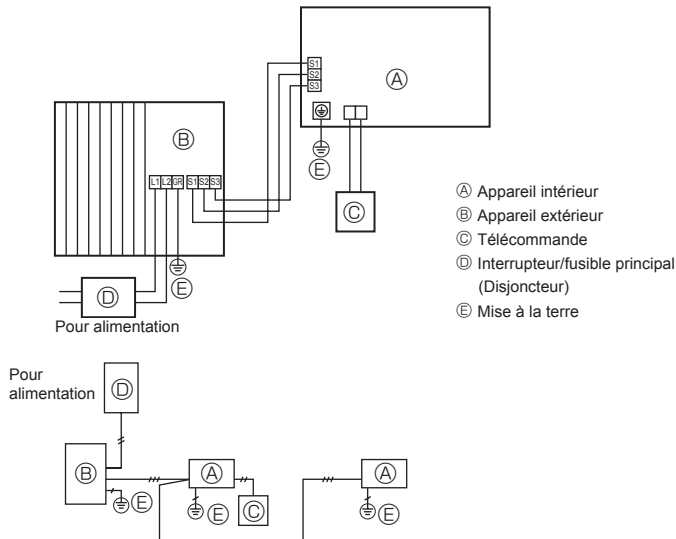

Fig. 6-1
6.1. Appareil extérieur (Fig. 6-1, Fig. 6-2)
- ① Retirer le panneau de service.
- ② Effectuer le câblage conformément aux figures 6-1 et 6-2.